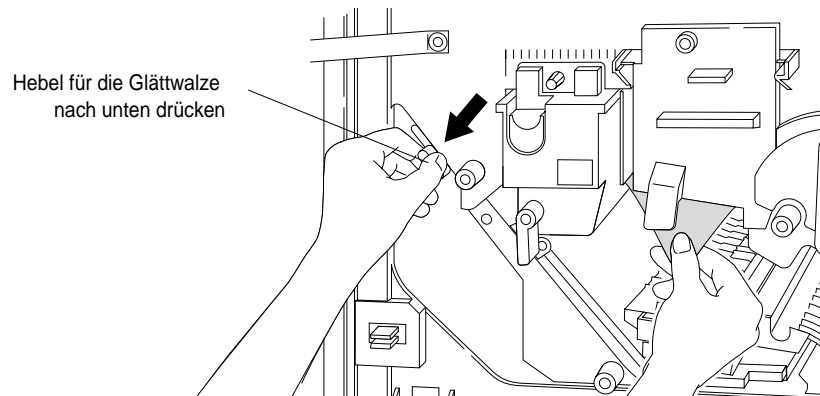

Abbildung 3-51 Beheben eines Papierstaus an der Fixiereinheit mit dem Hebel für die Glättwalze
3. Überprüfen Sie, ob an der rechten Seite der Fixiereinheit Papier anliegt. Halten Sie mit der linken Hand den Hebel für die Glättwalze nach unten gedrückt, und nehmen Sie mit der rechten Hand die eingeklemmten Blätter heraus, wie in Abbildung 3-51 gezeigt.